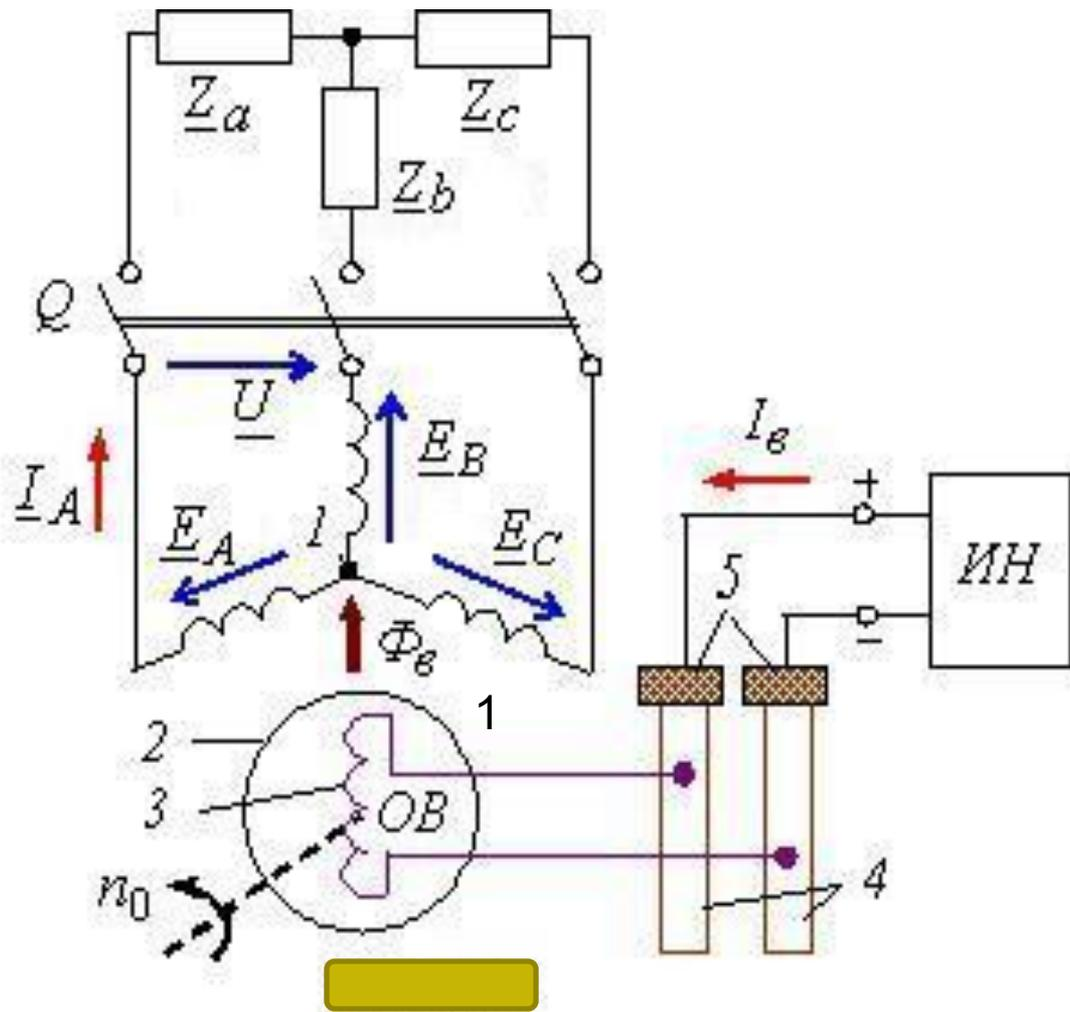

Рис. 11.
- При переходе генератора в режим работы с нагрузкой сопротивлением Z_H по фазам обмотки статора потекут токи, которые создадут вращающееся магнитное поле статора (рис.11).